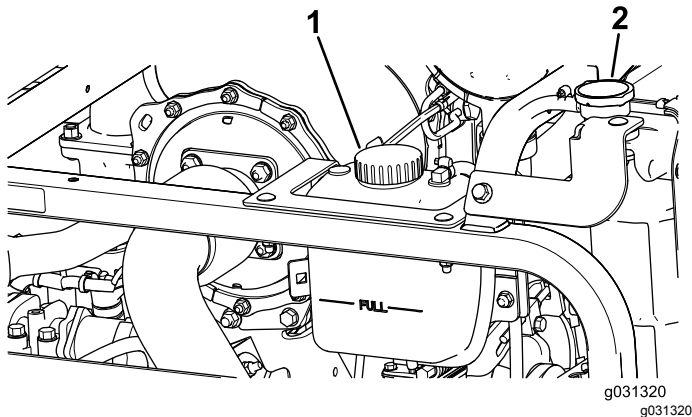

Figura 113
1. Retire cuidadosamente el tapón del radiador y el tapón del depósito de expansión (Figura 113).
2. Compruebe el nivel de refrigerante del radiador (Figura 113).